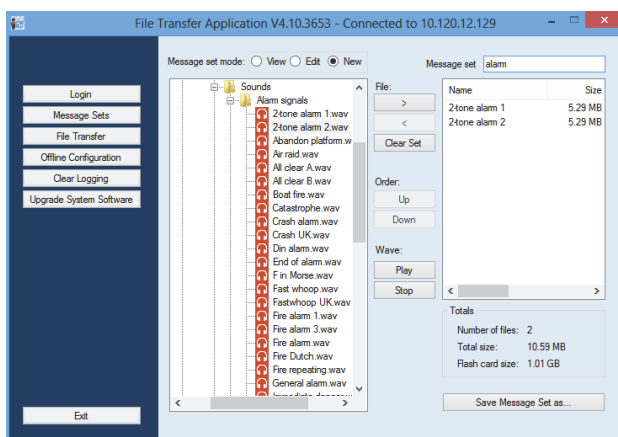

figure 45.9: Création d'un jeu de messages
- 2 Dans *File Transfer Application*, cliquez sur le bouton *Message Sets*. Un écran semblable à celui illustré à la figure 45.9 s'affiche.